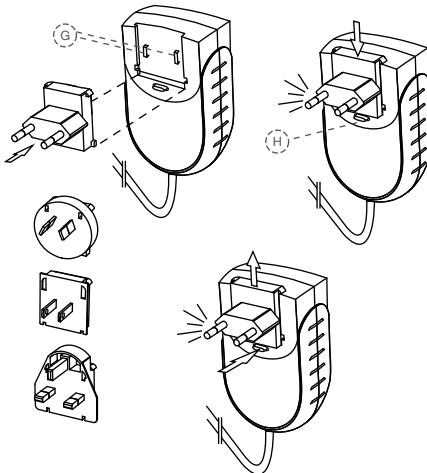

Рис. 4 Блок питания и адаптер
- Выберите вилку, соответствующую сети электропитания (см Рис. 4).
- Установите выбранную вилку на два контакта (Рис. 4, G), находящиеся на блоке питания, и переместите ее к затвору (Рис. 4, H) до щелчка. Для замены вилки нажмите на кнопку затвора.